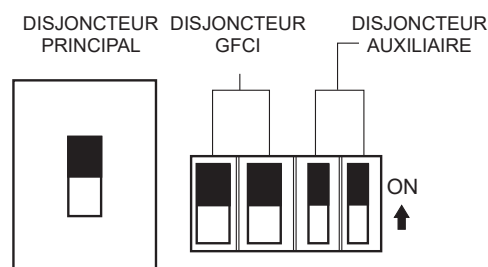

Figure 54. Disjoncteurs principal, auxiliaire et GFCI (position ON)
12. Placez les **disjoncteurs principal, auxiliaire et GFCI** en position **ON** (Figure 54).